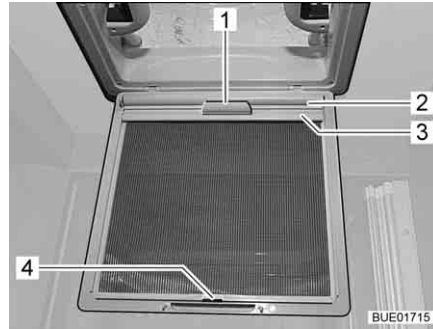

Fig. 122 Store occultant
- Tirer le store occultant (Fig. 122,2) par la poignée (Fig. 122,1) et accrocher la baguette de support (Fig. 122,3) dans le crochet (Fig. 122,4) sur la moustiquaire.
- Enlever la baguette de support (Fig. 122,3) de sur le crochet (Fig. 122,4) et faire lentement redescendre le store occultant (Fig. 122,2) en le tenant par la poignée (Fig. 122,1).